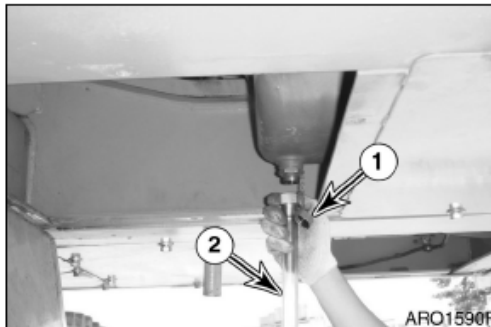

Figura 47
1. Coloque un recipiente de gran capacidad bajo el motor. Retire el tapón (1, Figura 47) e instale un conducto (2) para drenar el aceite del motor. Retire el conducto (2) y ajuste el tapón (1).